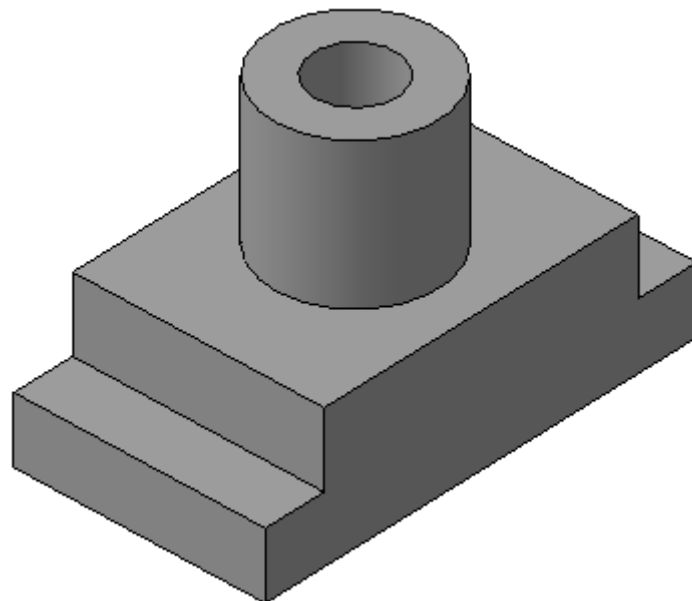

Рис. 8
-  – создайте объект (рис. 8). Сохраните под именем *Опора 1*.